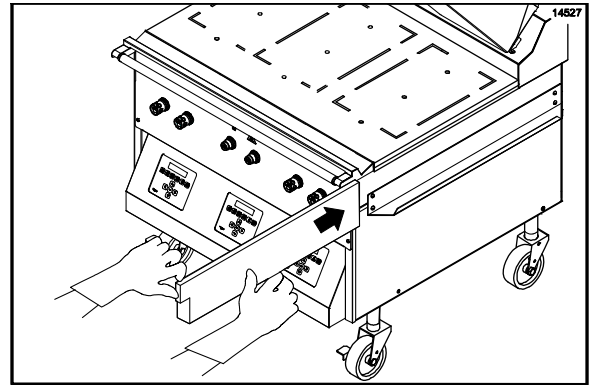

Abbildung 114
47. Die Fettsammelbehälter wieder einsetzen. (Siehe Abbildung 114.)